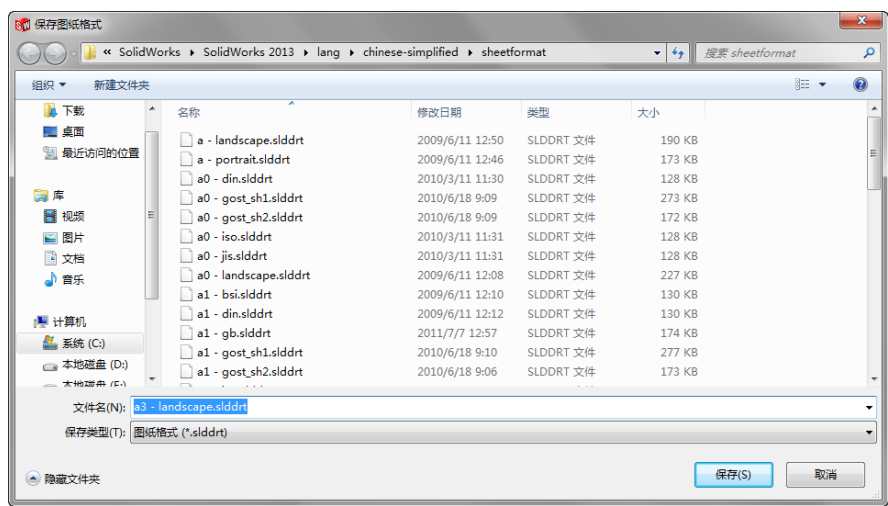

图 1-64 保存图纸格式
(5) 如果要将此格式取代作为标准的 [A3—横向] 格式，选择 [文件] | [保存图纸格式] 命令。此时，[保存图纸格式] 对话框出现，如图 1-64 所示。